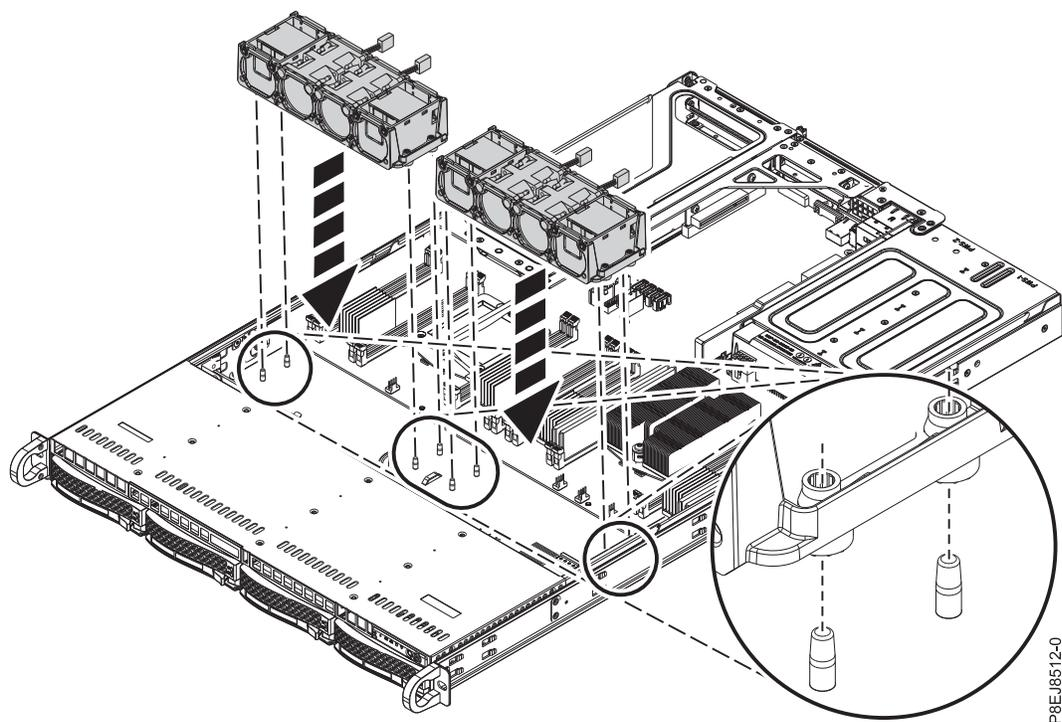

Figura 15. Alineación del receptáculo del ventilador
3. Vuelva a colocar el receptáculo del ventilador en el chasis. Alinee los orificios en el receptáculo del ventilador con las patillas en la parte inferior del chasis, como se muestra en la Figura 15 en la página 19. Para el receptáculo del ventilador cerca del interruptor de la cubierta, aparte temporalmente los cables del interruptor de la cubierta. Cuando el receptáculo del ventilador esté colocado en el sistema, vuelva a colocar los cables que se encuentran al lado del receptáculo del ventilador.